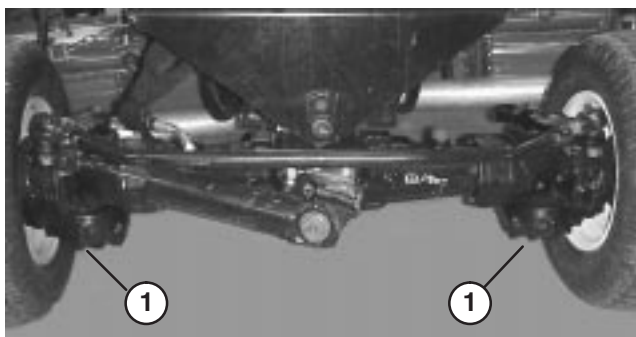

Figure 68
2. Nettoyez la surface autour des bouchons de vidange (Fig. 68).